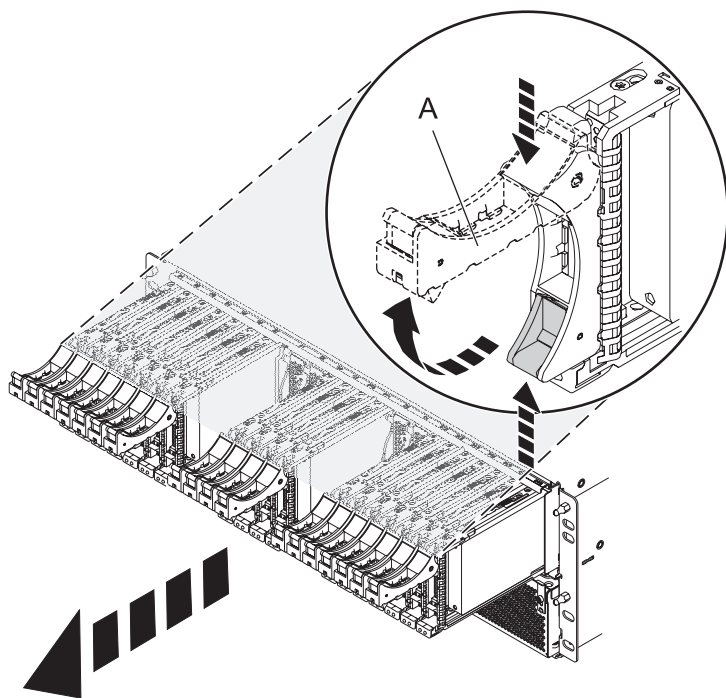

Figura 80. Extracció de les unitats de la placa posterior
4. Traieu les unitats i els panells de rebliment tal com es mostra a la Figura 80 a la pàgina 116.
- a. Feu pressió sobre el pestell de la unitat i tibeu de la nansa (A) cap a vosaltres per alliberar la unitat.